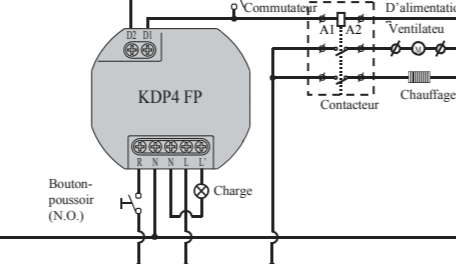
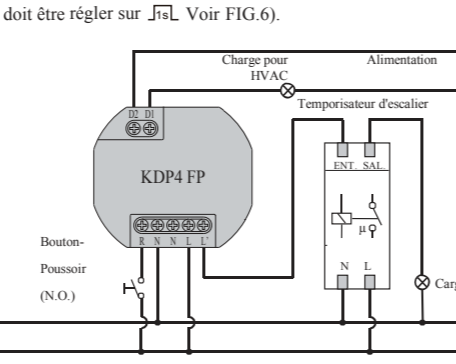
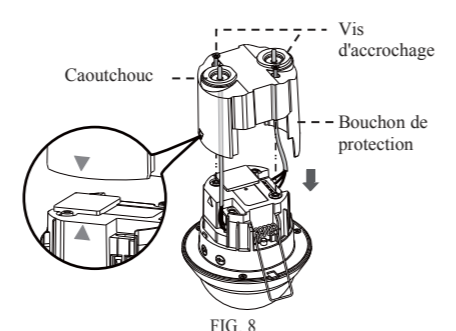

FIG. 5
FIG. 6
FIG. 8
3.3.1 Fonctionnement normal (Voir FIG.5).
3.3.2 Temporisateur d'escalier contrôlé par un capteur (Le temps doit être réglé sur \sqrt{L} Voir FIG.6).
3.4.2 Utiliser un tournevis pour enlever le caoutchouc des joints, ensuite y faire passer les câbles (Voir FIG.8).
3.4.3 Se référer à l'illustration de la FIG.5 - FIG.6 pour un bon câblage et avoir "▼" le symbole du bouchon de protection est aligné avec "▲" symbole de maison (Voir FIG.8), visser ensuite solidement le bouchon de protection.